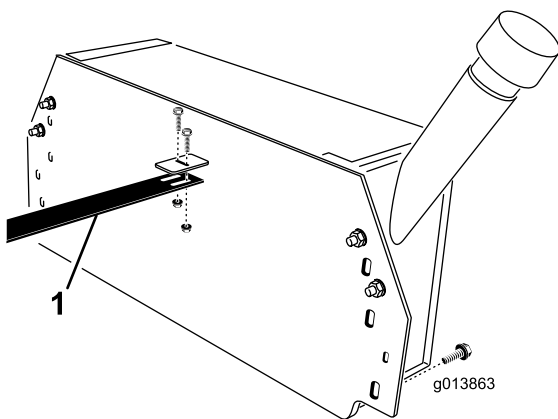

図 9
31. 油圧オイルタンクのブラケットに、ホースガイドを取り付ける ボルト $\frac{1}{4}$ " x  $\frac{3}{4}$ "2本、フランジロックナットを使用する図 9。